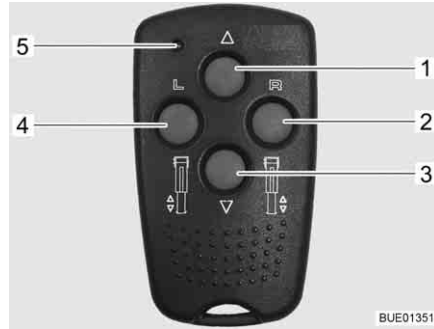

Fig. 47 Controlo remoto para apoios de elevação elétricos
- Pré-seleção: Apoio de elevação do lado esquerdo (Fig. 47,4)
- Pré-seleção: Apoio de elevação do lado direito (Fig. 47,2)
- Recolher o apoio de elevação (Fig. 47,1)
- Extrair o apoio de elevação (Fig. 47,3)
- LED de controlo (Fig. 47,5)
Sempre que uma tecla é premida, o LED de controlo (Fig. 47,5) pisca.
- Prima a tecla de pré-seleção para o lado do apoio de elevação (Fig. 47,2 ou 4) aprox. 1 segundo.
- Prima durante 2 segundos a tecla "Extrair apoio de elevação" (Fig. 47,3) e mantenha-a premida até o pé de apoio (Fig. 49,4) estar assente no chão.
- Prima durante 2 segundos a tecla "Recolher apoio de elevação" (Fig. 47,1) e mantenha-a premida até o pé de apoio (Fig. 49,4) estar completamente recolhido. Quando o apoio de elevação estiver completamente recolhido, soa um sinal de controlo.